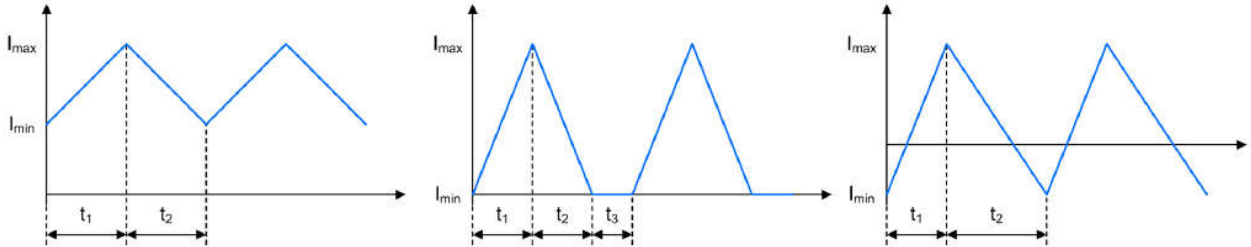

图 3-1. 轻载时电感电流反向
对于同步 Inverse BUCK-BOOST 拓扑电源控制来说，需要进行电压环与电流环的采样。电压环一般采样输出电压，其极性并不会反转，因此对于 UCD3138 的 Front End(FE) 接口是安全的。但是轻载工作于 FPWM 模式下，IBB 同其他电源类似，电感电流将会反向 (如 图 3-1 [3])。